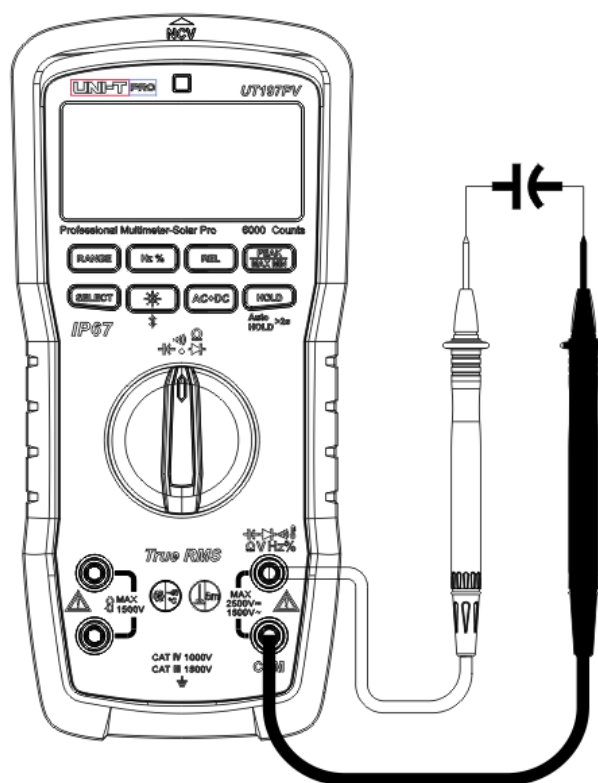

Рисунок 12
9. Измерение ёмкости (рисунок 12)